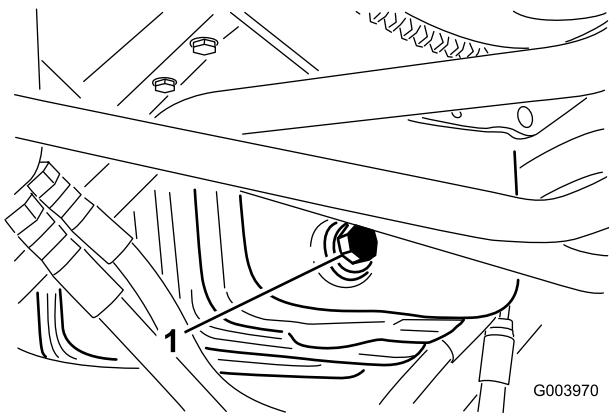

Figure 55
1. Retirez le bouchon de vidange (Figure 55) et laissez couler l'huile dans un bac de vidange.